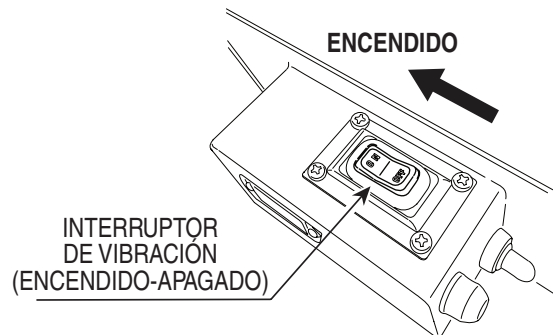

Figura 16. Interruptor de vibración
- Cambie el interruptor de vibración de la posición de apagado a la de encendido. El rodillo comenzará a vibrar (Figura 16).